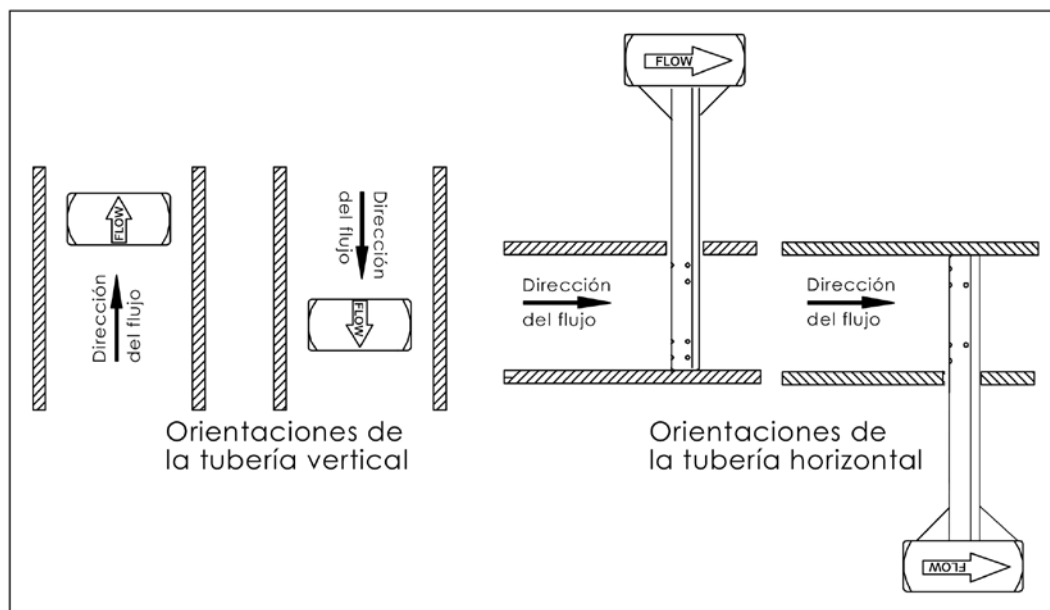

Figura 4. Orientación de la flecha del flujo
- Alinee el cabezal del sensor de manera que la flecha rotulada "Flow" (Flujo) en el cabezal quede en la dirección del flujo de la tubería dentro de los 3° (figura 4). Mantenga el cabezal en esta posición durante el resto de las tareas de instalación.